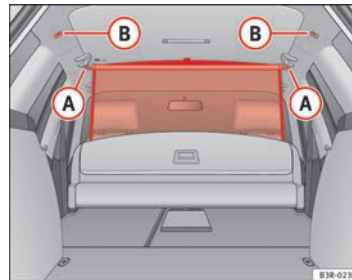

Abb. 119 Aufnahmeösen für das Trennnetz
- Hängen Sie die Querstange in die Aufnahmeösen **(B)** ⇒ Abb. 119 ein.
- Hängen Sie die Querstange in die Aufnahmeösen **A** ⇒ Abb. 119 ein.